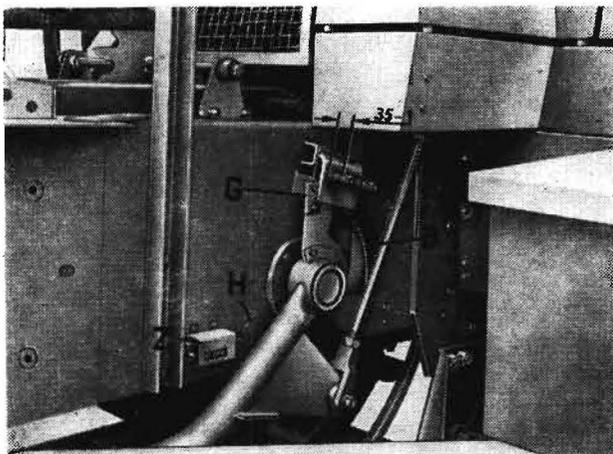

Bild 13
Der Ballenzähler ist rechtsseitig am Preßkanal anzubauen (Bild 13). Der Gummianschlag (G) ist am Bremssegment (B) der Nadelschwinge zu befestigen. Der Hebel (H) des Ballenzählers (Z) ist so einzustellen, daß bei vorderer Nadelschwingeinstellung (Nadeln befinden sich in der oberen Totlage) der Hebel durch das Bremssegment (B) soweit heruntergedrückt wird, daß ein Weiterzählen erfolgt.